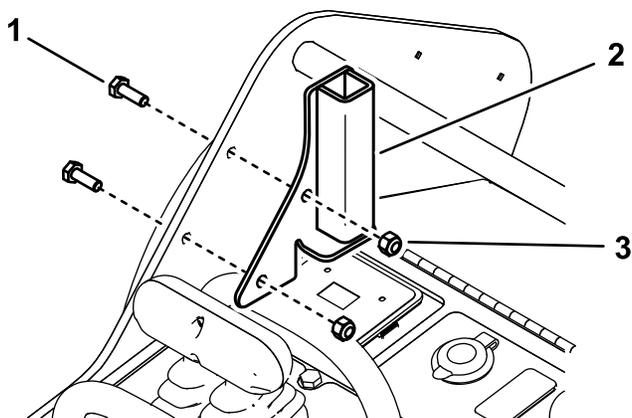

Figure 7
3. Fixez le support d'écran de protection gauche au cadre gauche à l'aide de 2 boulons ( $\frac{1}{4}$ " x  $\frac{3}{4}$ " ) et 2 contre-écrous ( $\frac{1}{4}$ " ), comme montré à la Figure 7.
4. Fixez le support d'écran de protection droit au cadre droit à l'aide de 2 boulons ( $\frac{1}{4}$ " x  $\frac{3}{4}$ " ) et 2 contre-écrous ( $\frac{1}{4}$ " ), comme montré à la Figure 7.